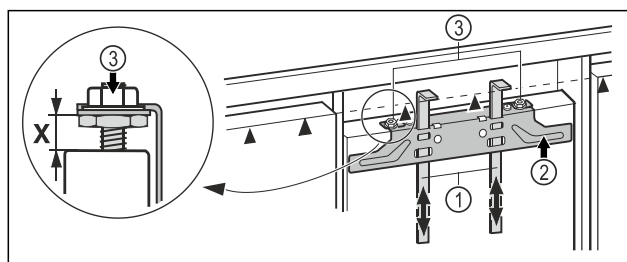

Fig. 20
- ▶ Montážní pomůcky Fig. 20 (1) vysuňte nahoru do výšky nábytkových dvířek. Spodní dorazová hrana ▲ montážní pomůcky = horní hrana montovaných nábytkových dvířek.
- ▶ Upevňovací příčník Fig. 20 (2) vyšroubujte přes pojistné matice Fig. 20 (3).